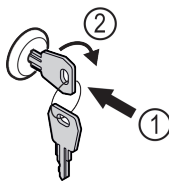

Fig. 194
- ▶ Įspauskite raktą. Fig. 194 (1)
- ▶ Pasukite raktą 90° pagal laikrodžio rodyklę. Fig. 194 (2)